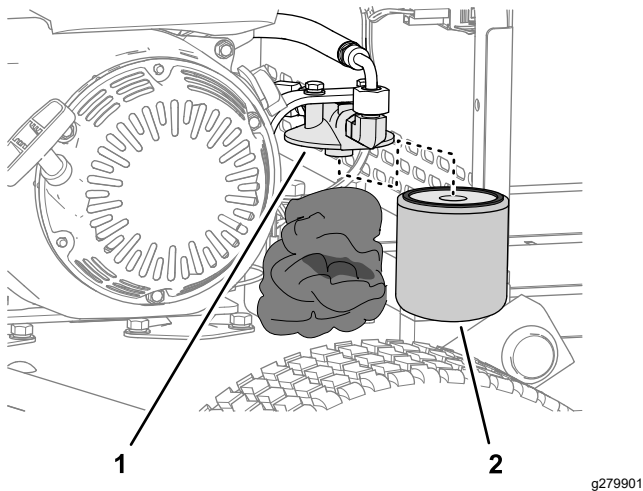

Figure 38
2. Enfoncez des chiffons sous le filtre hydraulique (Figure 38).
3. Déposez le filtre hydraulique avec précaution (Figure 38).
5. Installez le filtre sur la tête de filtre à la main (Figure 38) jusqu'à ce que le joint touche la tête de filtre, puis vissez encore le filtre de 3/4 de tour.